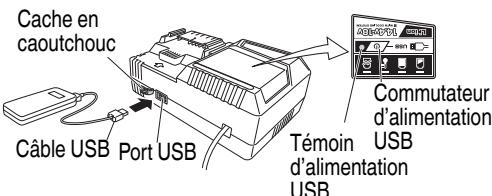

Fig. 9
- (2) Mettez le commutateur d'alimentation USB sur marche (Fig. 9)
- (3) Connectez le câble USB. (Fig. 9)
○ Mettez le commutateur d'alimentation USB sur arrêt et débranchez le câble d'alimentation de la prise électrique. (Fig. 9)